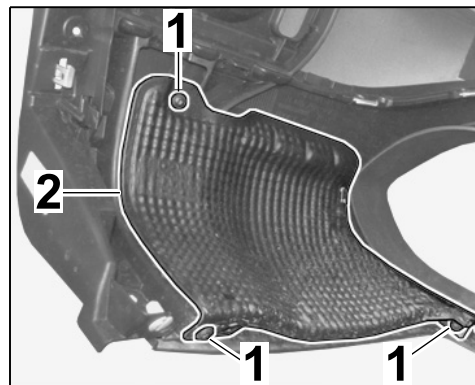

Рис. 6
3.4 Выкрутить винты $\Rightarrow$ Рис. 6 -1- и снять теплозащитный экран $\Rightarrow$ Рис. 6 -2- справа и слева.